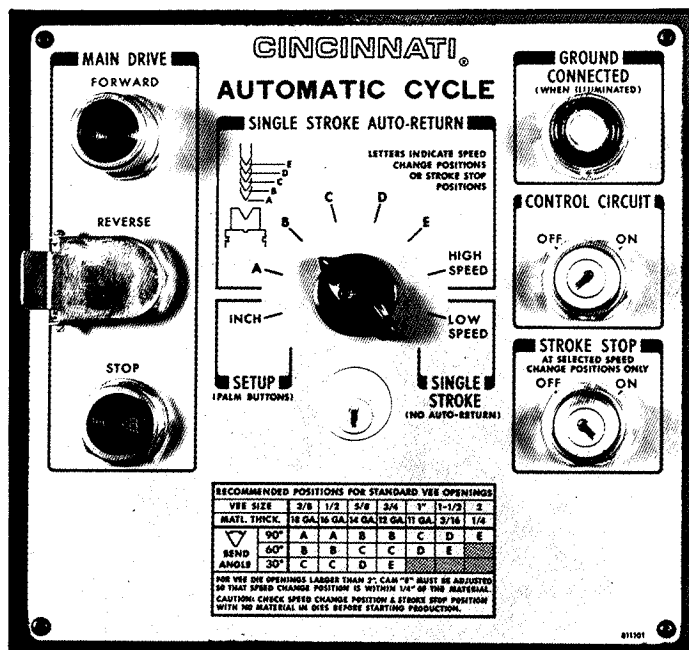

FIGURE 44
2. ELECTRICAL CONTROL PANEL - AUTOMATIC CYCLE MACHINES (FIGURE 44)